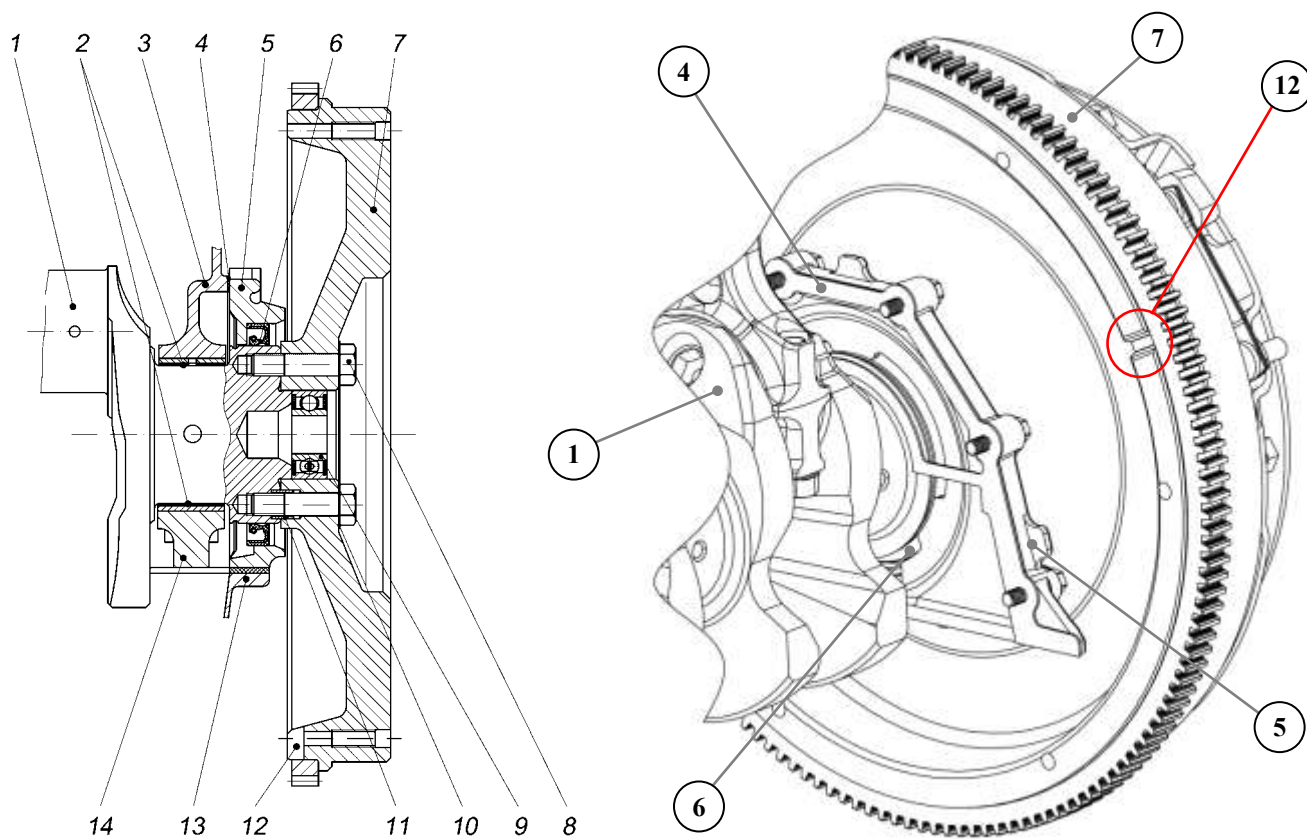

Рис.19 – Задний конец коленчатого вала:
На центрирующий посадочный цилиндрический выступ фланца коленчатого вала (рис.19) и втулку 11, запрессованную в задний фланец коленчатого вала, установлен маховик 7, прикрепленный к фланцу с помощью восьми самостоорящихся болтов 8 через термоупрочненную шайбу 10. Термоупрочненная шайба служит для увеличения надежности соединения. В гнездо маховика установлен подшипник 9 передней опоры первичного вала коробки передач.
**Маховик** (рис.19) – отлит из серого чугуна, имеет напрессованный стальной, упрочненный закалкой токами высокой частоты, зубчатый венец 15. Маховик подвергается статической балансировке отдельно от коленчатого вала. Масса маховика 13,2 кг.